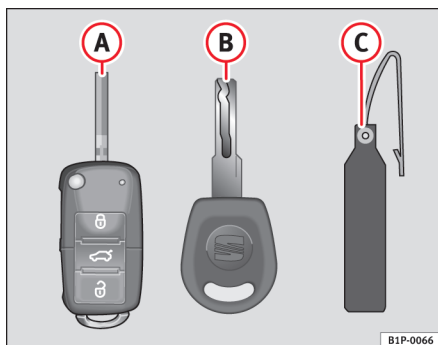

Fig. 41 Jeu de clés
- une clé à radiocommande ⇒ fig. 41
Un double de clé ne peut être réalisé qu'à l'aide du numéro de clé figurant sur la languette en plastique ⇒ fig. 41 . C'est pourquoi :